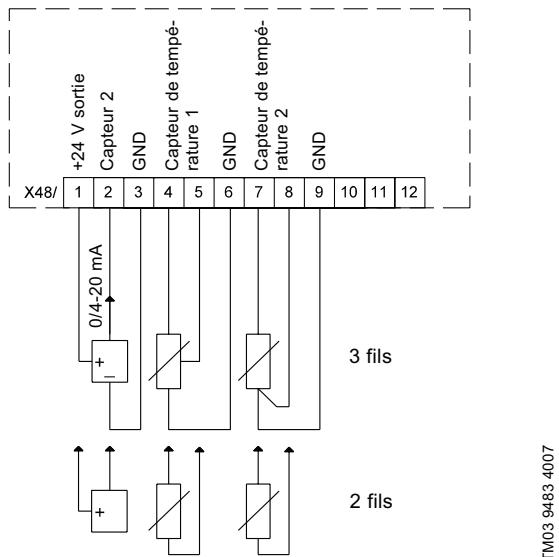

Fig. 2 Schéma de câblage, MCB 114
4. Brancher les câbles de signaux et serrer les câbles avec les barrettes de câbles fournies. Voir fig. 2.